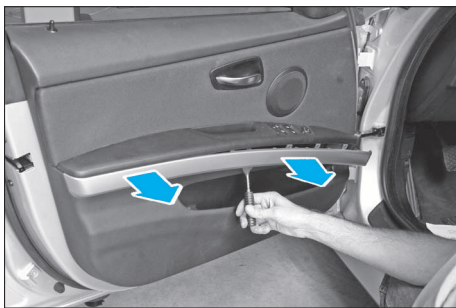

FIG. 53
- Démontez la moulure décorative sur la garniture de porte (Fig.53).